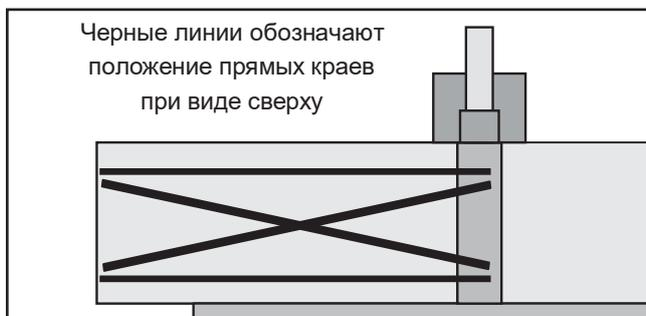

Рисунок 51. Положения линейки для проверки параллельности стола подачи/выгрузки.
1. Расположите прямую кромку в положениях, показанных на рис. 51. В каждом положении линейка должна плотно прилегать как к отводящему, так и к подающему столу.